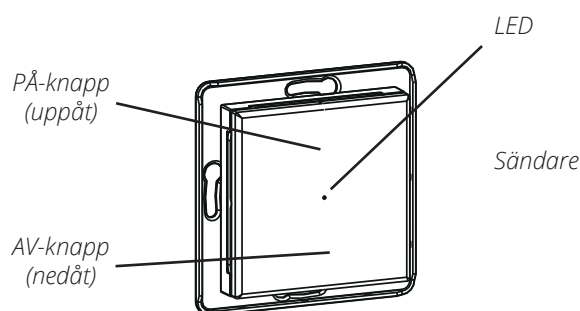

Fig. 18
- Tryck på sändarens PÅ-knapp inom 12 sek. (se Fig. 18).
- Tryck på AV-knapp (undre del av brytaren) inom 12 sek. (se Fig. 18)